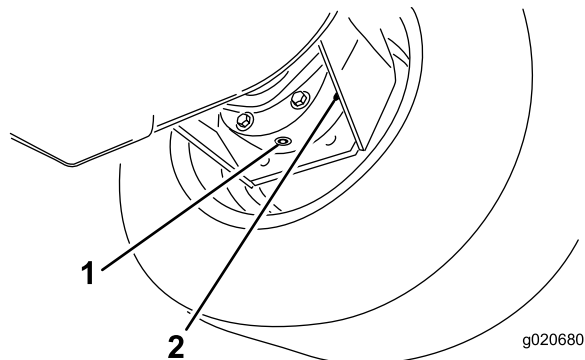

Figura 59
3. Mettete una bacinella sotto la scatola del freno, togliete il tappo di spurgo e lasciate defluire l'olio (Figura 59).